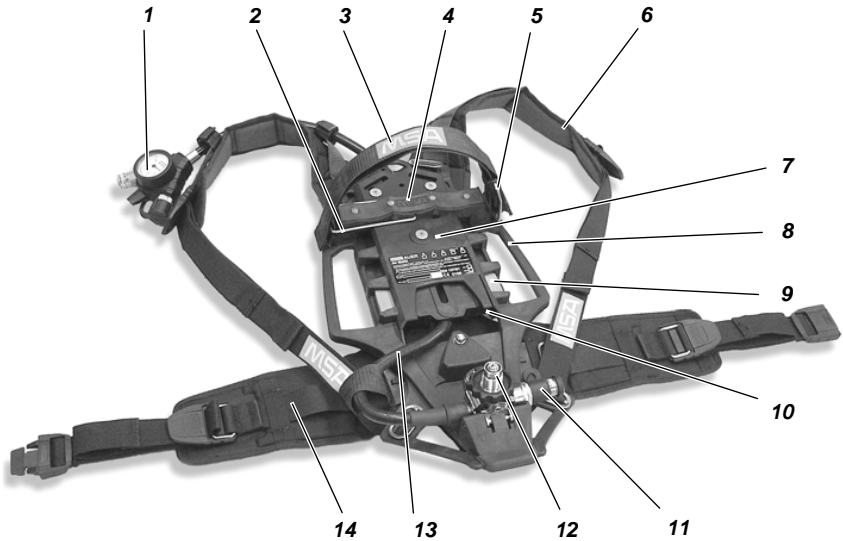
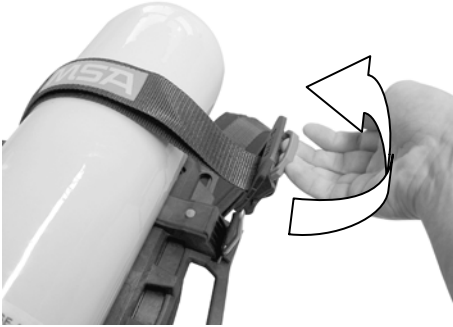

Fig. 1 AirMaxx SL persluchtademhalingstoestel
Fig. 8 Verwijderen van de persluchtcilinders
- (1) Plaats het persluchtademhalingstoestel horizontaal, zodat de achterzijde bovenaan is (zie Fig. 1).
- (2) Breng de cilinderscheider (2) in een horizontale positie tegenover de spanklem (5) totdat deze ineensluiten.
- (3) Controleer pakking aan drukregelaar (12) op behoorlijke toestand.
- (4) Open spanklem aan cilinderriem en elimineer alle spanning door te trekken aan de hendel en verleng de riem (zie Fig. 8).
- (5) Druk de persluchtcilinder door de cilinderriem (3) met de cilinderklep gericht naar de drukregelaar, zodat deze op de centrale steun rust. (4).
- (6) Schroef cilinderklep op drukregelaar en zet indien nodig het persluchtademhalingstoestel met klep overeind in een verticale positie.
- (7) Maak de cilinderriem vast aan het vrije uiteinde.
- (8) Controleer of persluchtcilinder stevig vastzit en span deze aan indien nodig.
- (9) Draai spanklem naar beneden totdat ze is vergrendeld.
- (10) Maak het uiteinde van de cilinderhouderriem vast aan de Velcro-strook.
- (11) Draai cilinderafsluiter even open en controleer of er lucht ontsnapt, terug vastdraaien indien nodig.
- (1) Zet ademhalingstoestel neer in een horizontale positie met de achterkant bovenaan (zie Fig. 1).
- (2) Draai cilinderscheider (2) in verticale positie totdat deze vergrendelt.
- (3) Indien er geen T-stuk verbonden is met de drukregelaar (12), controleer dan pakkingen aan drukregelaar en T-stuk en schroef T-stuk losjes in.
- (4) Open spanklem aan cilinderhouderriem en elimineer alle spanning door te trekken aan de hendel en verleng de riem (zie Fig. 8).
- (5) Druk één persluchtcilinder door de cilinderhouderriem zodat de cilinderafsluiter gericht is naar het T-stuk en rust op één van de buitenste steunen.
- (6) Schroef de cilinderafsluiter losjes op het T-stuk.
- (7) Druk een tweede persluchtcilinder door de cilinderhouderriem zodat de cilinderafsluiter gericht is naar het T-stuk en op de buitenste steun rust.
- (8) Schroef de tweede cilinderafsluiter losjes op het T-stuk.